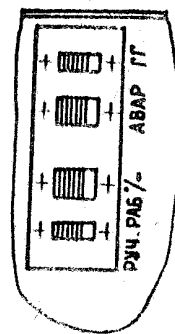

Рис. 2
4.3.3. На лицевой поверхности крышки, изготовленной из ударопрочного полистирола, расположены следующие оперативные органы управления (см. рис.2 данного паспорта):